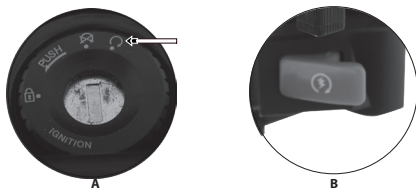

Imagen 30. Encendido del motor.
5. Girar la llave a la posición . Ver imagen 30-A.
11. Oprimir el interruptor de arranque eléctrico para dar marcha al motor. Ver imagen 30-B.